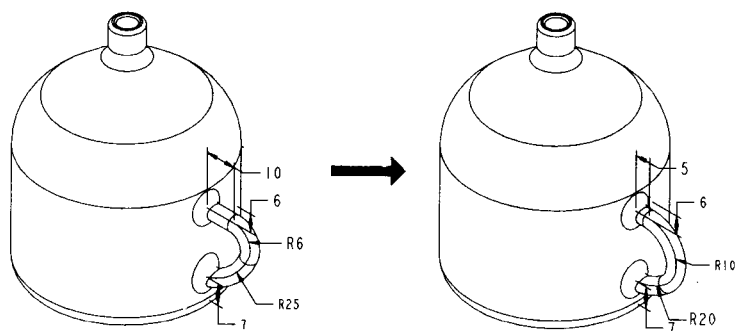

图 1.13
(2) 改变水壶把手造型：如图 1.13 所示，我们可以通过把手尺寸的修改，来改变水壶把手的造型。